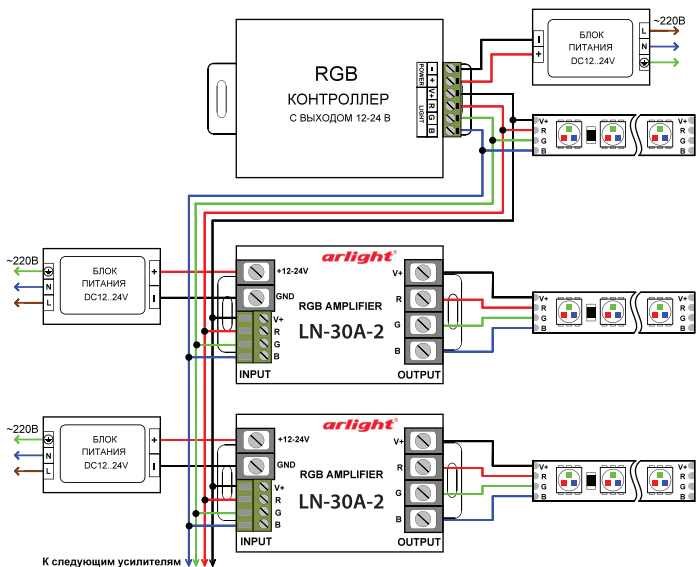

Рис.1. Схема подключения
- 3.3. Подключите светодиодную ленту к выходу OUTPUT усилителя согласно приведенной схеме, соблюдая полярность и порядок подключения проводов RGB (рис. 1).